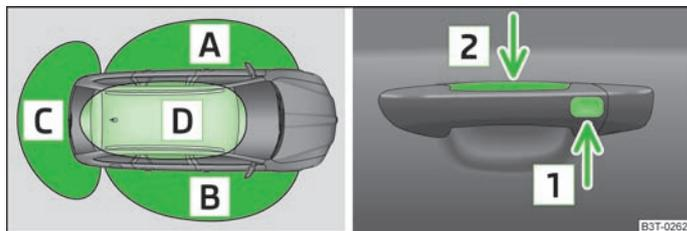

Fig. 15 KESSY: Designação das áreas e destrancamento / trancamento do veículo
- Sensor do lado exterior do manípulo da porta dianteira **1** » Fig. 15 - destina-se ao trancamento do veículo,
- Sensor do lado interior do manípulo da porta dianteira **2** » Fig. 15 - destina-se ao destrancamento do veículo.
Caso se encontre uma chave com controlo remoto válida na área **A** » Fig. 15 ou **B** no veículo, é possível destrancar o veículo através da respectiva porta na área em que a chave se encontra. Ou seja, caso a chave se encontre na área **A**, pode destrancar o veículo no manípulo da porta dianteira esquerda. Caso a chave válida se encontre na área **C**, é possível destrancar a tampa da bagageira.
- Segure o manípulo da porta dianteira ou cubra o sensor **2** » Fig. 15 com a palma da mão e o veículo é destrancado. Caso, durante o destrancamento, tape simultaneamente o sensor **2** e o sensor **1**, o veículo não é destrancado.
Após o trancamento do veículo através do sensor [1] » Fig. 15, não é possível destrancar o veículo através do sensor [2] durante 2 segundos. Deste modo, é possível verificar se o veículo está trancado puxando o manípulo.
- Durante o destrancamento/trancamento do veículo através dos sensores [1] » Fig. 15 ou [2], não utilize luvas ou outros objectos que possam impedir um contacto directo da mão com o sensor.
Caso, depois de trancar e fechar todas as portas, incluindo a tampa da bagageira, a chave com a qual o veículo foi trancado permanecer dentro do veículo na área [D] » Fig. 15, activar-se-á a protecção contra o trancamento inadvertido do veículo com a chave no seu interior e aquele volta a destrancar-se.
Caso o veículo não seja destrancado dentro de 60 horas, os sensores [1] » Fig. 15 e [2] no manípulo da porta do passageiro dianteiro serão automaticamente desactivados. Para uma nova activação deve ser cumprida uma das seguintes condições:
- Destrancamento da porta do condutor através do sensor [2] » Fig. 15,
Caso o veículo não seja destrancado dentro de 90 horas, também os sensores **1** » Fig. 15 e **2** no manípulo da porta do condutor serão automaticamente desactivados. Para uma nova activação deve ser cumprida uma das seguintes condições:
Durante o trancamento do veículo, caso mantenha o dedo no sensor **1** » Fig. 15 durante mais de 2 segundos, os vidros abertos e o tecto de abrir panorâmico são fechados. Caso solte o sensor **1**, o processo de fecho é interrompido. Caso volte a tocar no sensor **1**, o processo de fecho dos vidros e do tecto de abrir panorâmico é retomado.